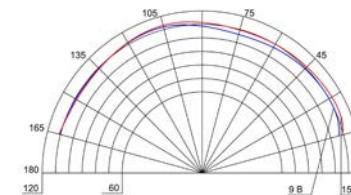

Рисунок 2
- 1) «2 В» або «12 В» - для оповіщувача «ГНОМ-1» (додаток 1, рисунок 2);
- 8.10 В оповіщувачах «ГНОМ-1», «ГНОМ-2» передбачений двоступеневий рівень гучності. Вибирається за допомогою «джампера» «J1», встановленого на платі: «ГНОМ-1» - додаток 1, рис.2, «ГНОМ-2» - додаток 1, рис.3.
- а) оповіщувач «ГНОМ-1» - додаток 1, рисунок 2;